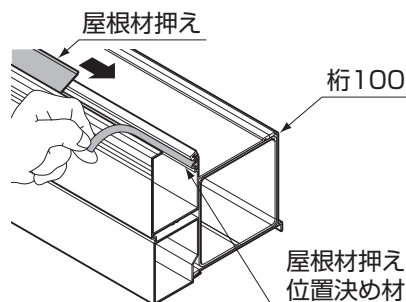
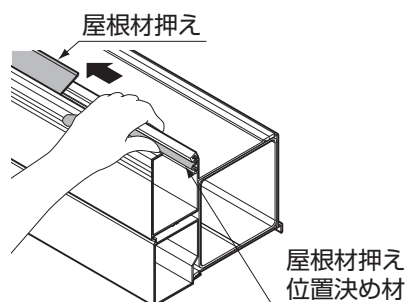

図13-10
図13-13
- ④ アタッチメント、雨樋ジョイナーを接着剤で接合してください。
- ⑤ 桁に④が取付けづらい場合は、屋根材押え位置決め材を外し、屋根材押えをずらしてください。(図13-10参照)
- ⑥ ④とアタッチメントパッキン、アタッチメントプレートを【12-1】で取付けてください。
- ⑦ アタッチメントプレートの回りにシーリングしてください。
- ⑧ ずらした屋根材押えを元の位置に戻してください。(図13-13参照)
- ⑨ 外した屋根材押え位置決め材を取付けてください。